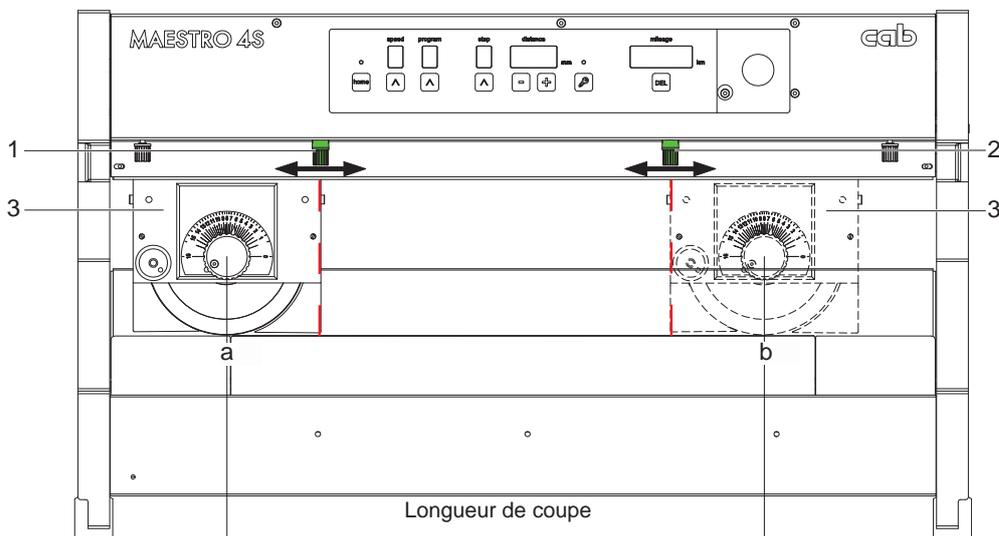

Figure 7 Longueur de coupe
Placer la rainure de la carte de circuits imprimés (2) sur la lame inférieure (3) et maintenir la carte à l'horizontale. S'assurer que la carte de circuits imprimés se trouve dans la zone de coupe de la lame inférieure, laquelle est indiquée par les vis vertes (1 et 2 sur la figure 7).